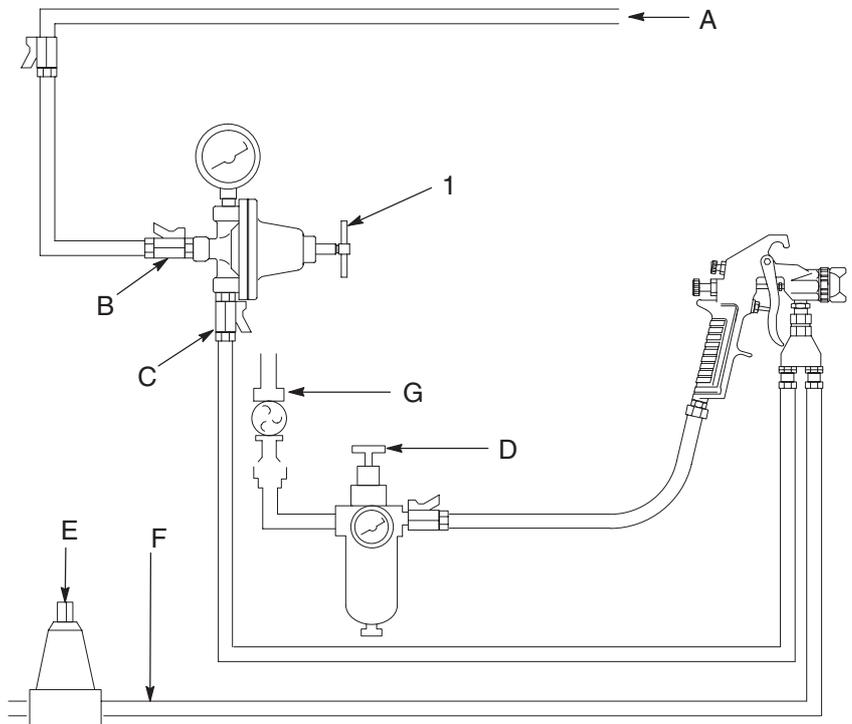

Fig. 1
1. Voir les Fig. 1 et 2 de la page 5. Installer un régulateur pour chaque pistolet de pulvérisation. Monter le régulateur en position verticale afin d'obtenir un débit optimal et un dépôt minimum de pigment. Si un manomètre est utilisé, le monter verticalement. Lorsque le régulateur est placé horizontalement, adapter un coude pour installer le manomètre verticalement.
2. Fermer la vanne à bille à l'entrée du régulateur produit (B). Voir Fig. 1, page 5.
4. Sur les régulateurs à ressort, faire tourner le croisillon de réglage (1) dans le sens anti-horaire jusqu'à la détente du ressort.
**REMARQUE:** Les numéros et les lettres de référence entre parenthèses se rapportent aux Fig. 1 à 5 et aux vues éclatées des pièces.
2. Démarrer la pompe et ouvrir la vanne à bille à l'entrée du régulateur produit (B) pour admettre celui-ci sur le régulateur. Voir Fig. 1.
- a. Arrêter la pompe et relâcher la pression produit dans le système en ouvrant la vanne de contre-pression (E) ou une autre vanne de bypass. Voir Fig. 1.
1. Arrêter la pompe. Fermer la vanne de bille à l'entrée d'air du régulateur. Voir Fig. 1 en page 5.